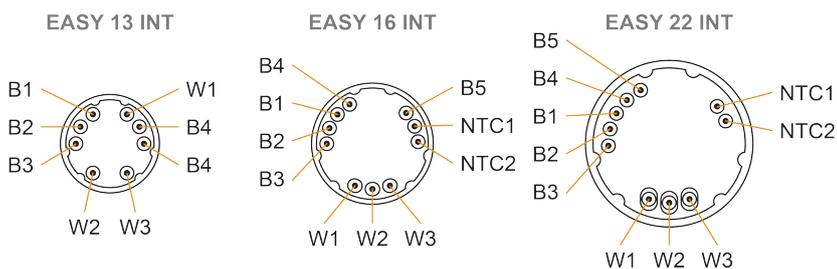

Abbildung 20 ENX 13 | 16 | 22 COMM – Anschlusspins
- Hall-Sensoren, Motor und NTC mit Pins (→Abbildung 20)